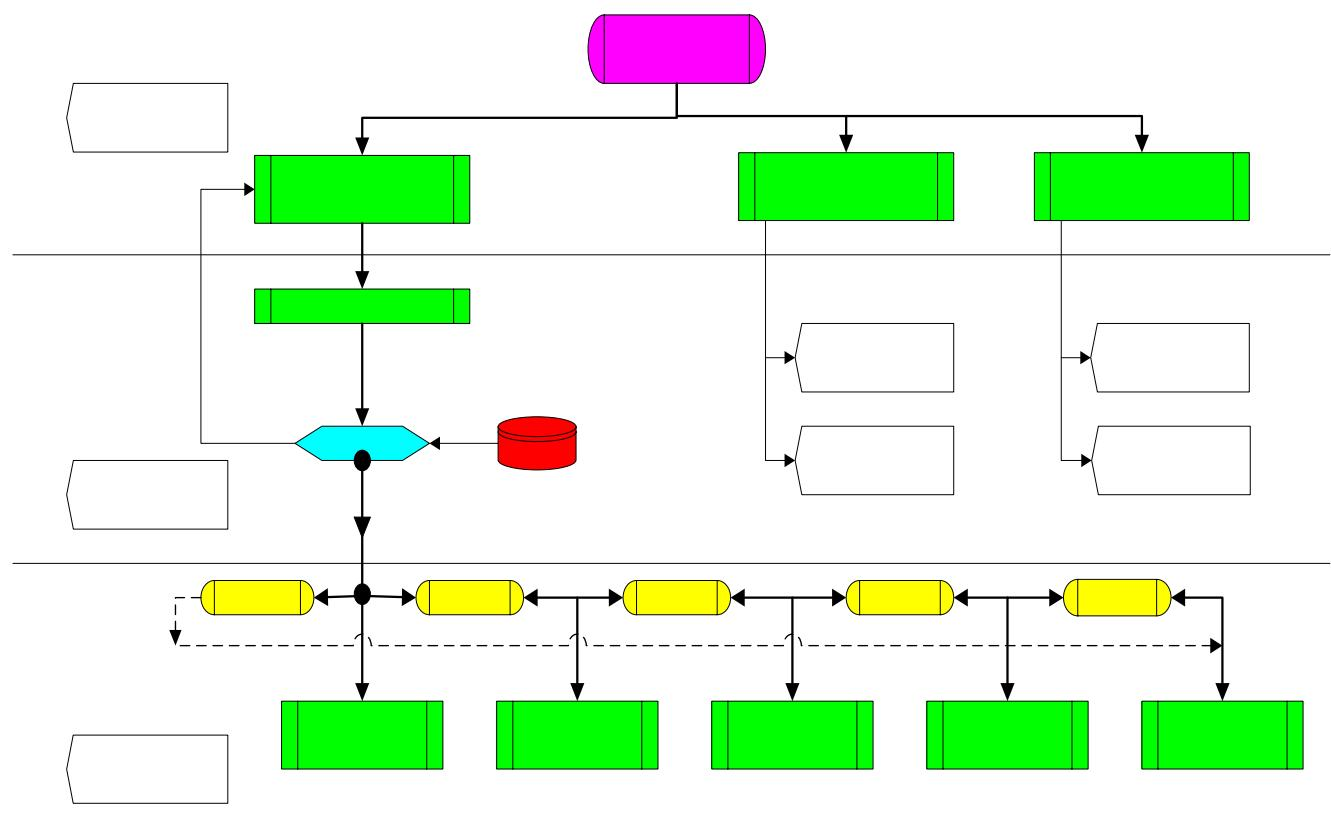
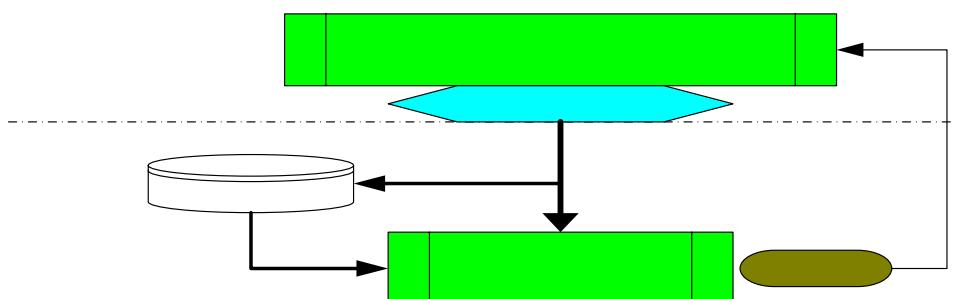

Рис. 3.1. Структурная схема верхних уровней системного меню ПУ
Рис. 3.5. Структурная схема раздела «TEST» системного меню ПУ
Структурная схема верхних (1...3) уровней системного меню ПУ приведена на рис. 3.1.
**3 уровень:** На этом, основном уровне системного меню пользователь остается, двигаясь от раздела к разделу меню (по кругу) с помощью клавиши «→» (слева направо, рис. 3.1.), или с помощью клавиши «←» (справа налево, рис. 3.1.). Переход с 3-го на нижний 4-й уровень (в разделе) осуществляется нажатием клавиши «ENTER».
На рис. 3.5. изображена структурная схема раздела «TEST».
2.2.3.1. После того, как произведен первичный контроль работоспособности изделия согласно п. 3.2.1., необходима более тщательная его проверка с помощью ПУ перед процедурой настройки. Для этого необходимо подсоединить ПУ к БЭ, дождаться надписи «**ВВЕДИТЕ PIN**» на ЖК-индикаторе, ввести корректный PIN-код и выйти на основной 3-й уровень системного меню (рис. 3.1.). С помощью клавиши «**→**» осуществить переход в раздел «**ТЕСТ**» (рис. 3.5.), нажать клавишу «**ENTER**» и убедиться в свечении (1...5 с) красного светодиода «**Порог/Тревога**» на плате БЭ, а также появлении надписи «**Тревога**» на ЖК-индикаторе.